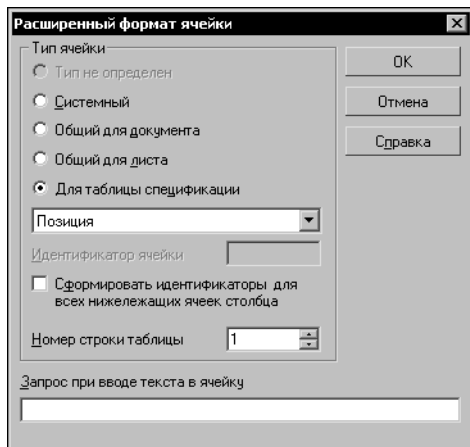

Рис. 22.2. Расширенный формат ячейки
10.3. В разделе **Тип ячейки** включите опцию **Для таблицы спецификации**, а из списка под этой опцией выберите строку **Позиция**. В поле **Номер строки таблицы** введите **1** (рис. 22.2).